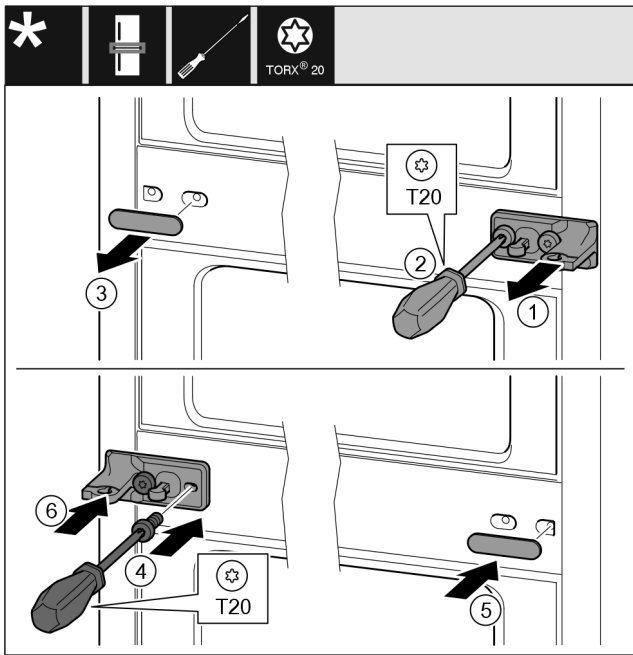

Fig. 10
- ▶ Irrota aluslevy vetämällä. Fig. 10 (1)
- ▶ Kierrä ruuvit irti T20-ruuvimeisselillä. Fig. 10 (2)
- ▶ Vedä suojus varovasti irti. Fig. 10 (3)
- ▶ Ruuvaa laakeripukki ja kalvo 180° käännettynä kiinni toiselle puolelle. Fig. 10 (4)
- ▶ Kiinnitä suojus 180° käännettynä toiselle puolelle. Fig. 10 (5)
- ▶ Työnnä aluslevy paikoilleen edestä käsin. Fig. 10 (6)